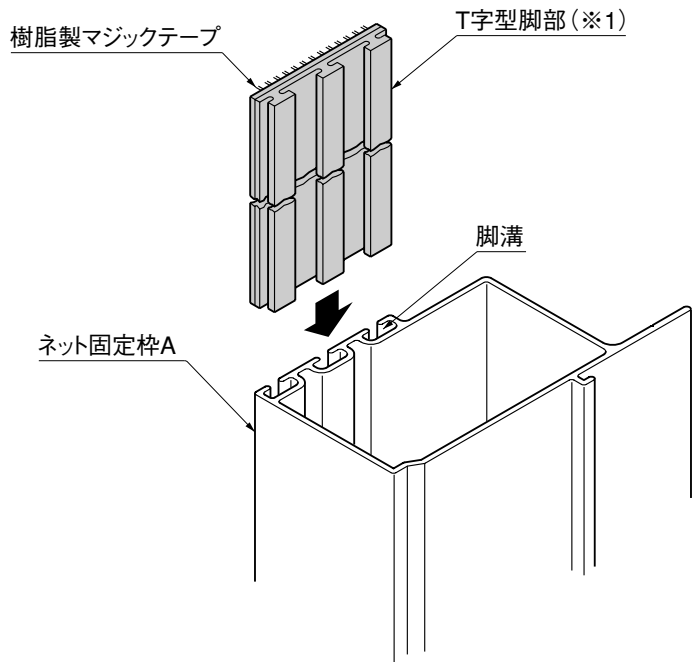

図4-2 フィリアIIインナーデッキ仕様のベース材 前用
- フィリアIIインナーデッキ仕様のベース材 前の場合はネット固定枠Aを使用します。(図4-2参照)